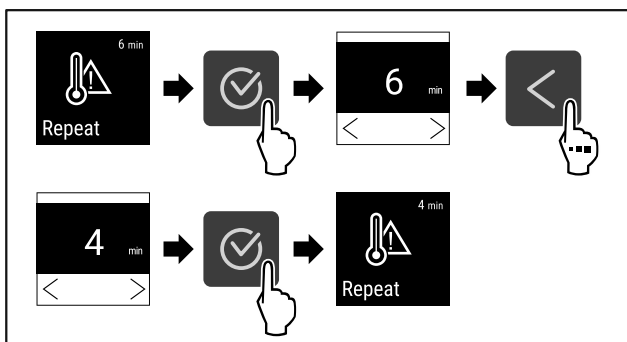

Fig. 101
- ▶ Udfør handlingstrinene (se Fig. 101) .